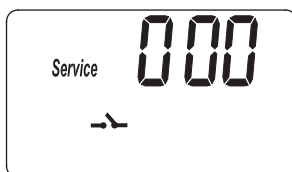
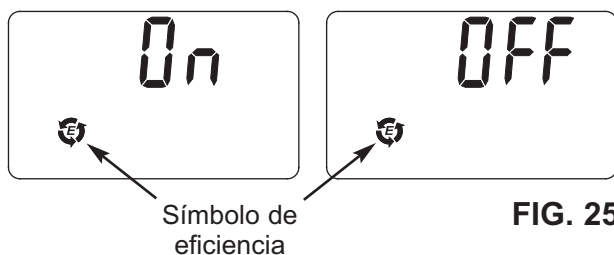
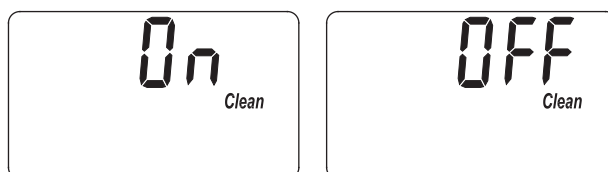
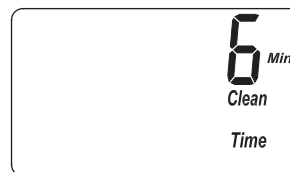

FIG. 24
FIG. 25
FIG. 26
FIG. 27
1. Mantenga oprimido el botón PROGRAM (Programar) hasta que aparezca la pantalla que se indica en la Fig. 24. Cuando ello ocurra, oprima una vez el botón PROGRAM (Programar) y aparecerá una de las dos pantallas que se indican en la Fig. 25.
1. Mantenga oprimido el botón PROGRAM (Programar) hasta que aparezca la pantalla que se indica en la Fig. 24. Cuando ello ocurra, oprima dos veces el botón PROGRAM (Programar) y aparecerá una de las dos pantallas que se indican en la Fig. 26.
1. Mantenga oprimido el botón PROGRAM (Programar) hasta que aparezca la pantalla que se indica en la Fig. 24. Cuando ello ocurra, oprima tres veces el botón PROGRAM (Programar) y aparecerá la pantalla que se indica en la Fig. 27.